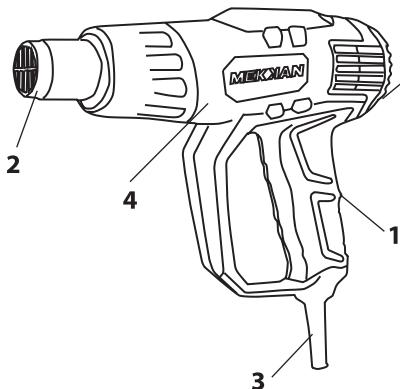

рис. 1
1.6 Общий вид теплопистолета представлен на рис.1
1.7 Коллекторный двигатель постоянного тока и спираль нагрева термопистолета расположены в пластиковом корпусе (рис.1 поз.4). Корпус, состоящий из двух половин (правой и левой), выполнен заодно с рукояткой. Крутящий момент с якоря электродвигателя, передаётся на крыльчатку, которая обеспечивает движение воздушного потока от вентиляционных отверстий в задней части корпуса к выходному патрубку (рис.1 поз.2). Намотанная на теплоизоляционный каркас спираль, нагревает проходящий воздух до установленной температуры.
1.8 Клавиша переключателя (рис.1 поз.1) расположена на задней части рукоятки.